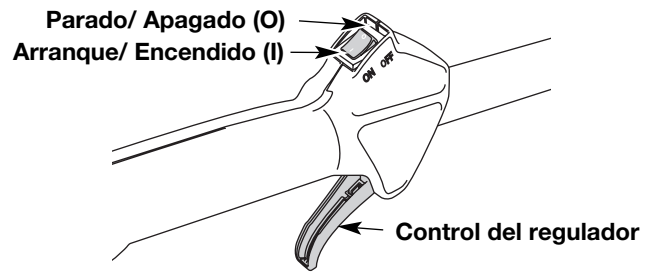

Fig. 3
**NOTA:** No hay necesidad de girar la unidad. Encendido/parada el control (Fig. 3) está en la posición de trabajo siempre (I).